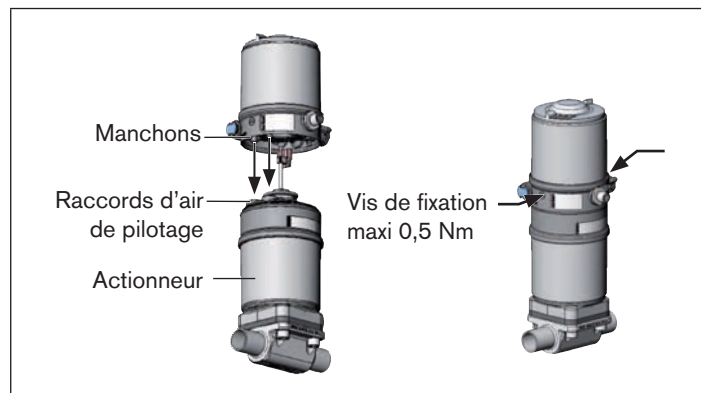

Fig. 6 : Montage de la tête de commande
2. que les manchons de la tête de commande entrent dans les raccords d'air de pilotage de l'actionneur (voir également « Fig. 6 »).